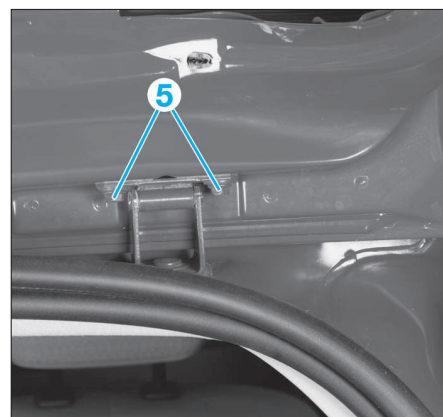

FIG. 93
- les vis (5) de fixation du hayon (à la repose, serrer à 1 daN.m) (Fig.93),